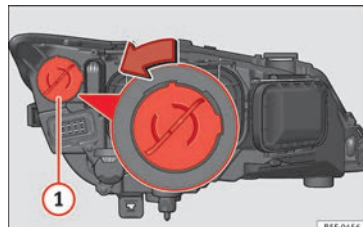

Bild 105 Dagsljuslampa.
- Vrid lamphållaren » **bild 105** ① till vänster och dra.